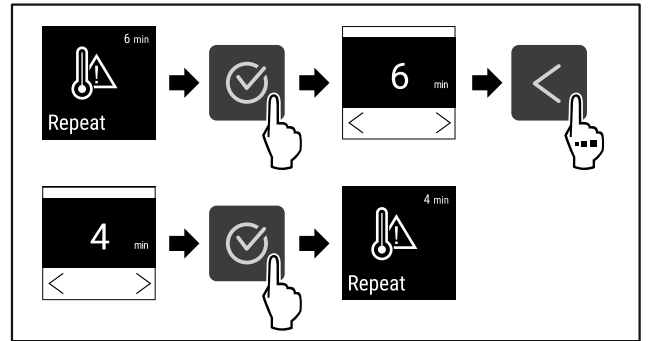

Fig. 100
- ▶ Kryeni hapat e veprimit (shihni Fig. 100).